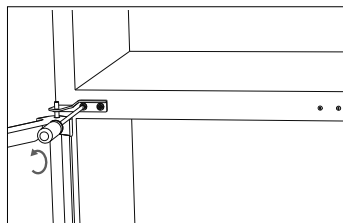
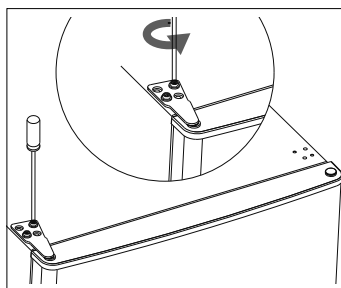

Fig. 13
Fig. 14
- ▶ Posizionare una rondella sul perno della cerniera superiore e due sul perno della cerniera inferiore. Inserire il perno della cerniera centrale nella boccola superiore della porta del vano frigorifero (5) e fissare la cerniera con le viti di sostegno e tutte le rondelle (vedere la **fig. 13**).
- ▶ Non serrare a fondo le viti in modo tale che sia possibile allineare la porta del vano frigorifero (5). Serrare a fondo le viti solo quando la porta del vano frigorifero (5) si chiuderà perfettamente.
- ▶ Posizionare la porta del vano congelatore (2) sulla cerniera centrale (12).
- ▶ Applicare quindi la cerniera superiore (1) con la porta del vano frigorifero (2) chiusa e stringere le viti (vedere la **fig. 14**). Se necessario, utilizzare una chiave per avvitare la vite.